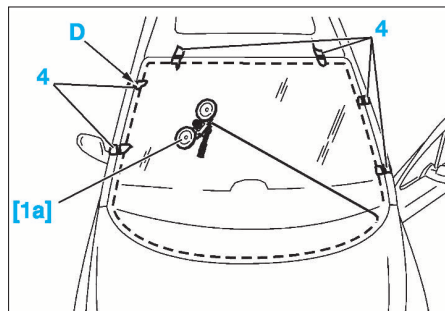

FIG. 74
• Dans le cas de la récupération du pare-brise, mettre des rubans adhésifs (4) qui serviront de témoin pour la repose, couper en (D) (Fig.74).
• Dans le cas du remplacement du pare-brise, centrer celui-ci et positionner des rubans adhésifs (4) qui serviront de témoin (Fig.74). Couper en (D).